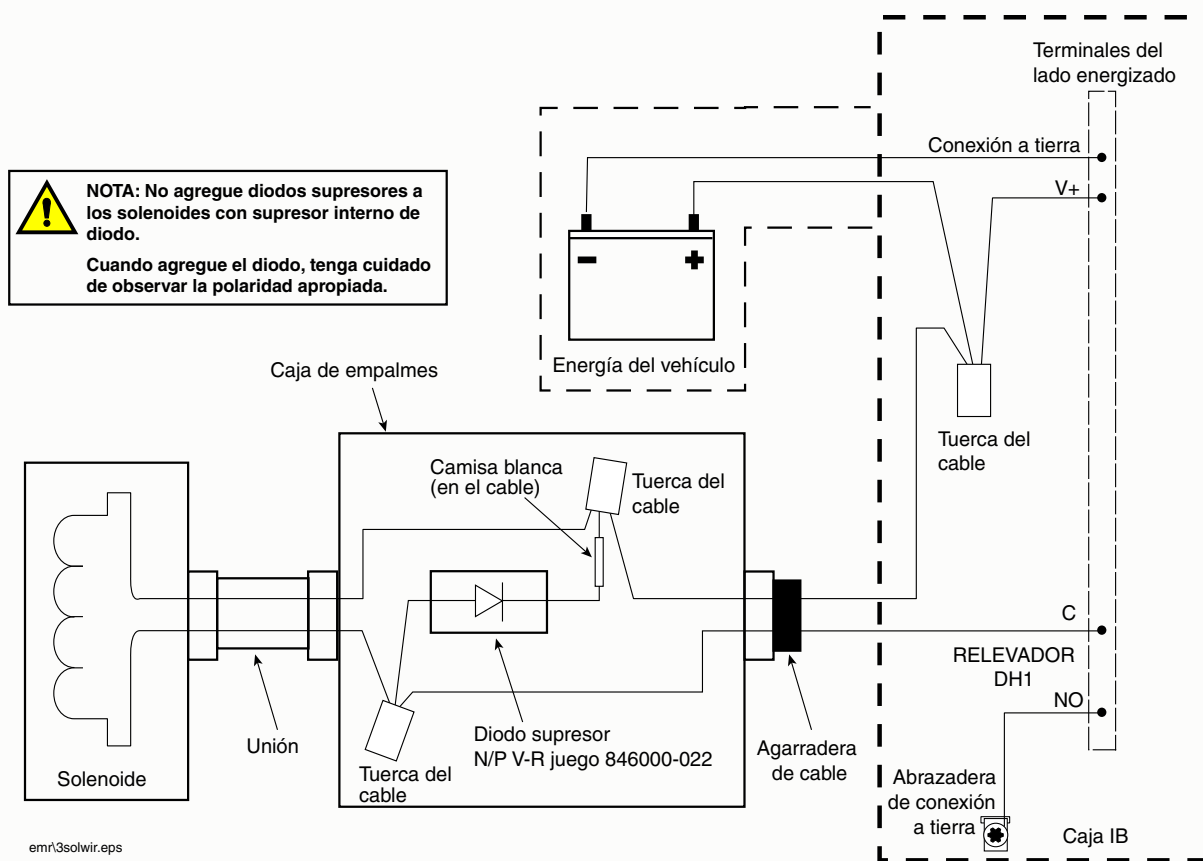

Figura 32. Cableado del solenoide con diodo supresor externo suministrado por Veeder-Root - Típico
4. Para los alambres de las válvulas solenoides de paso opcionales use un cable de 2 conductores (V-R N/P 848100-2XX) o de 3 conductores (V-R N/P 848100-3XX) - pídalos en incrementos de 100 pies (30,48 m). Conecte cada solenoide usando el juego del diodo supresor V-R (V-R N/P 846000-022) como se muestra en la figura 32.